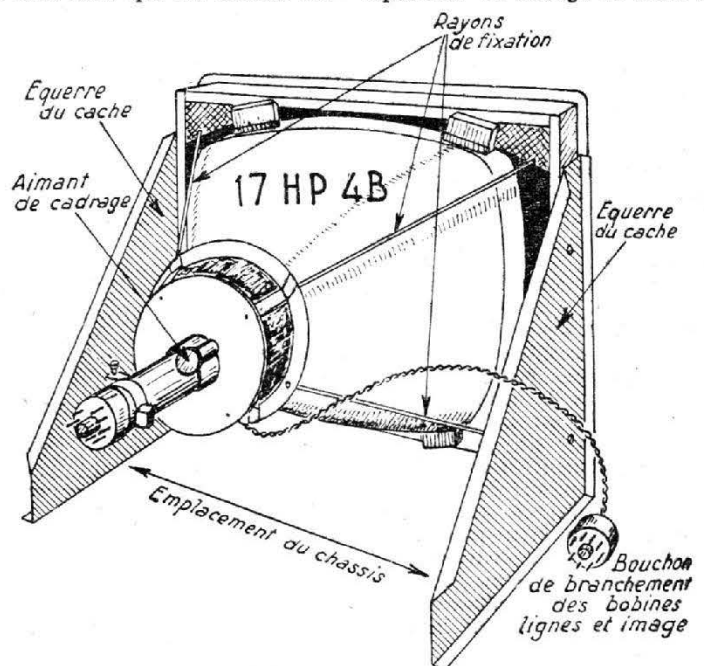

FIG. 9. — Le tube cathodique fixé sur son cache à équerres.
**Bloc de déviation.** — Le cache à équerres et l'ensemble de déviation est représenté séparément par la figure 9. Sur la partie inférieure du bloc de déviation une petite plaque de bakélite comporte six cosses de sortie disposées comme indiqué par la figure 8. Les trois cosses de droite correspondant aux bobines (fils jaune et vert, la cosse centrale correspondant à la prise médiane).